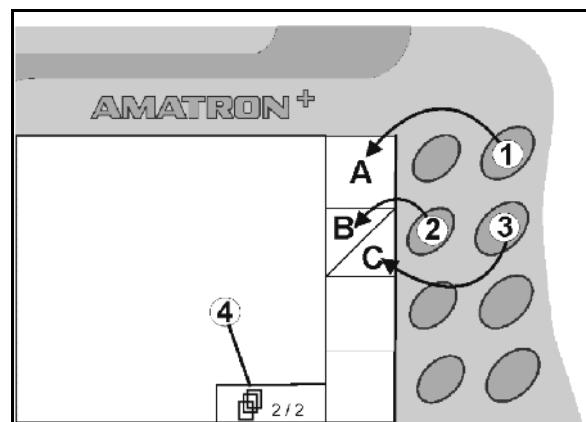

Fig. 8
- Hvis det bare vises kvadratiske felt på displayet, er det bare høyre tast (Fig. 8/1) som er tilordnet funksjonsfeltet (Fig. 8/A).
- er den venstre tasten (Fig. 8/2) tilordnet funksjonsfeltet øpe til venstre (Fig. 8/B).
- er den høyre tasten (Fig. 8/3) tilordnet funksjonsfeltet nede til høyre (Fig. 8/C).
| | <ul style="list-style-type: none"> • Bla i flere menysider (bare mulig når symbol (Fig. 8/4) vises på displayet) • Programmeringsmeny for multifunksjonsspakken |